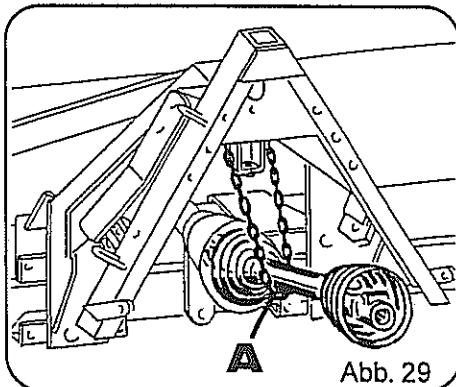

Abb. 29
- Gelenkwelle vom Traktor abziehen und in die dafür vorgesehene Kette einlegen (Abb. 29, Pos. A)